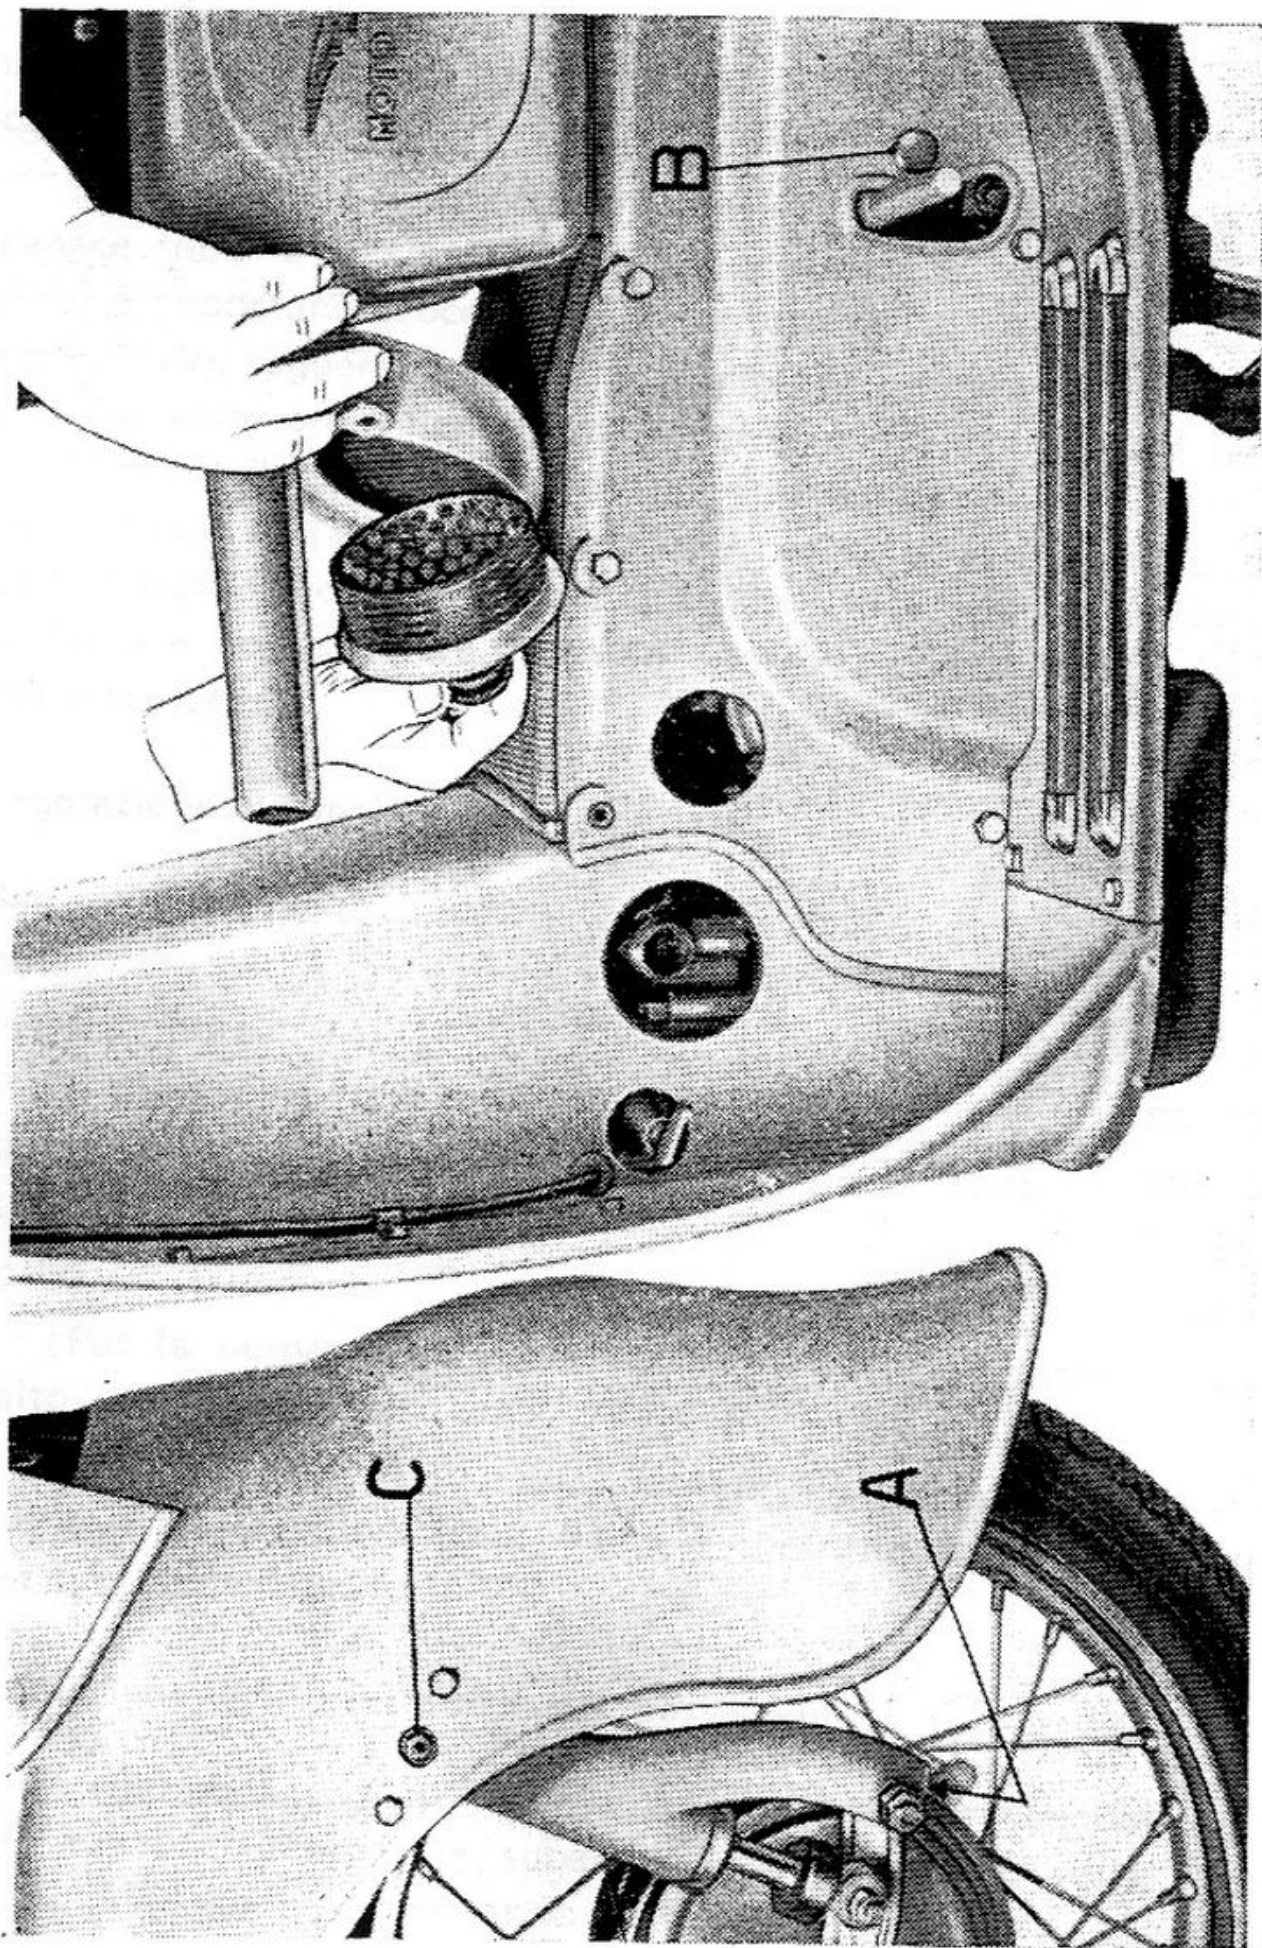

Fig. 9
(vedere fig. 9)
- il silenziatore e il filtro d'aria (ved. fig. 9);
Dopo averlo tolto dal motociclo, come è dimostrato a fig. 9, lavare la retina metallica con benzina indi soffiare con getto d'aria.